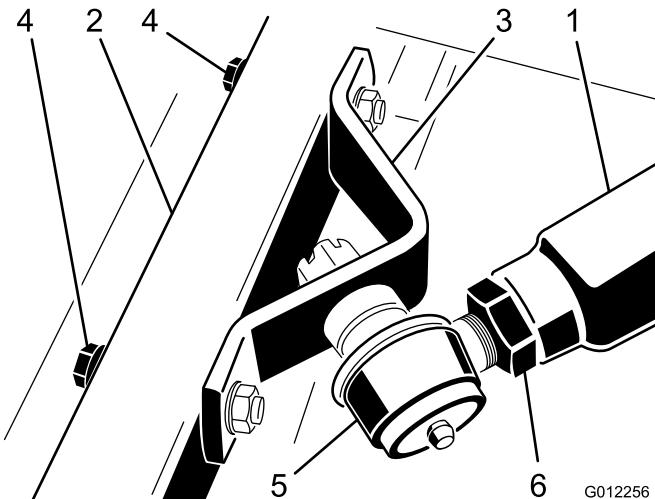

Figura 20
5. Fatevi aiutare da un'altra persona ad abbassare il braccio di spinta destro mentre rimuovete viti a testa cilindrica, rondelle piane e dadi di bloccaggio che fissano il supporto del giunto sferico al braccio della ruota orientabile sull'apparato di taglio (Figura 20). La persona che vi assiste può spostare il braccio di spinta verso l'alto con cautela, rilasciando gradualmente i 45 kg di carico della molla.
3. Con l'aiuto di un'altra persona, spingete con cautela il braccio di spinta destro verso il basso in modo che i fori del supporto del giunto sferico siano allineati con quelli del braccio delle ruote orientabili (Figura 20).